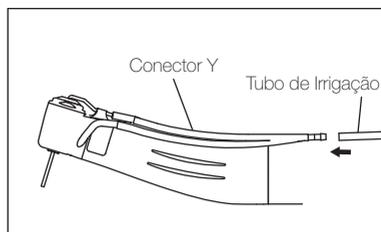

Fig. 8
- 1) Una as extremidades do conector Y aos bocais de Irrigação interna e externa da forma descrita em (1) e (2).
- 2) Una firmemente o tubo de irrigação ao conector Y (Fig. 8).